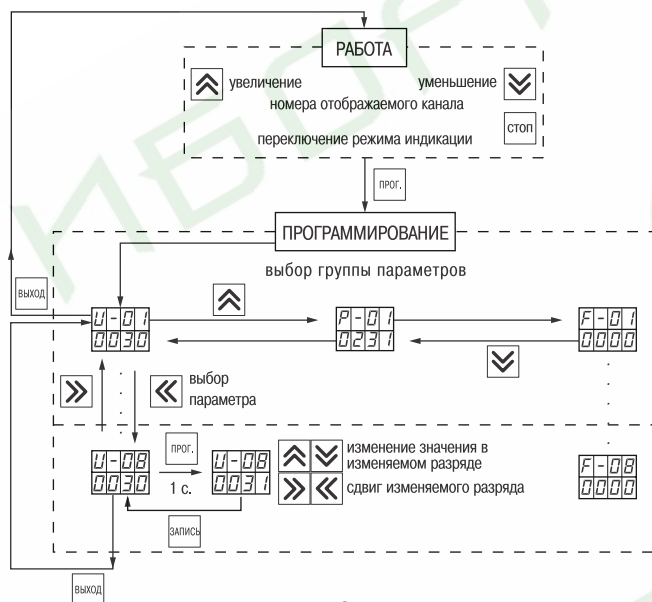

Рис. 3
10.1.2. Программируемые параметры распределены на три группы – "U", "P" и "F" (рис. 3). В группе "U" расположены параметры "U-D 1"..."U-D8", значения которых определяют уставки устройств сравнения прибора.
10.1.4. После выбора программируемого параметра для его изменения нужно кратко нажать кнопку  (≈1 с), см. рис. 3.